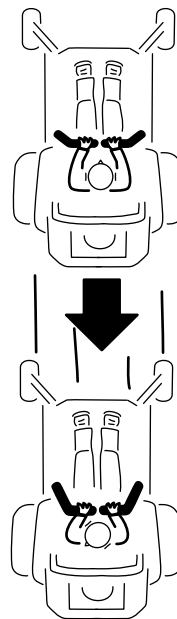

**Figuur 25**
2. Om vooruit te rijden, duwt u de rijhendels langzaam naar voren (Figuur 25).